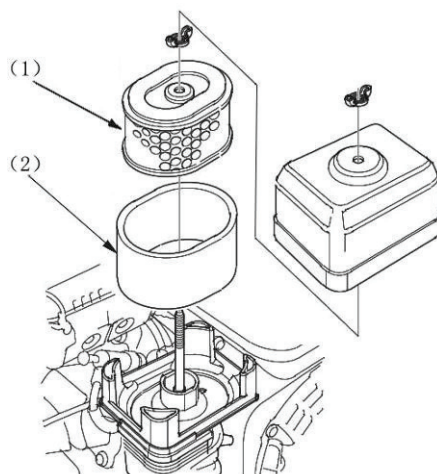

рис.12
- открутить гайку - барашек и снять крышку, как показано на рис.12;
- извлечь и осмотреть бумажный (рис.12 поз.1) и поролоновый (рис.12 поз.2) элементы воздушного фильтра;